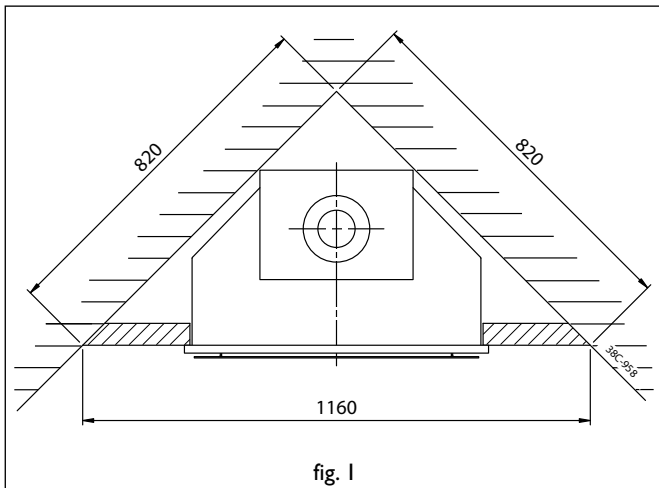

fig. 1
- Wenn die berechnete Gesamtlänge des Rohrsystems 1-12 m beträgt (Bild 1, 2 & 3).